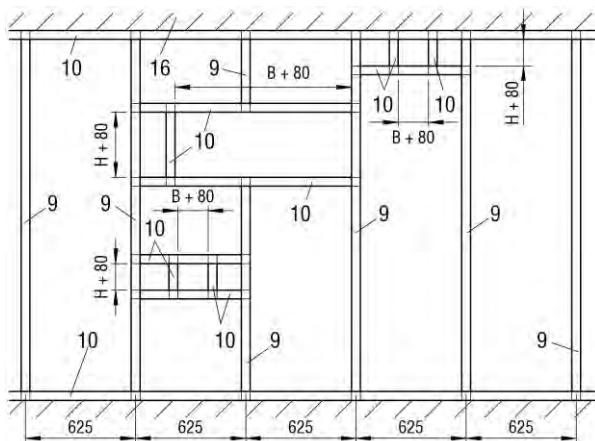

Abbildung 44: Metallständerwerk mit erforderlichen Auswechslungen für Trockeneinbau
- Metallständerwerk und Wand gemäß den Angaben des Wandherstellers herstellen und Auswechslungen entsprechend der Abbildung 44 vorsehen.